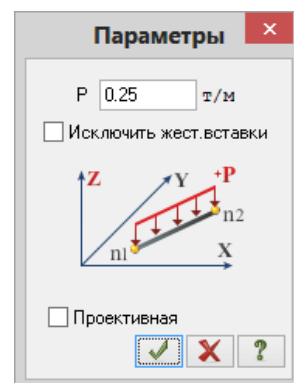

Рис.5.19. Диалоговое окно Параметры
- В этом окне задайте интенсивность нагрузки $p = 0.25$ т/м (рис.5.19).